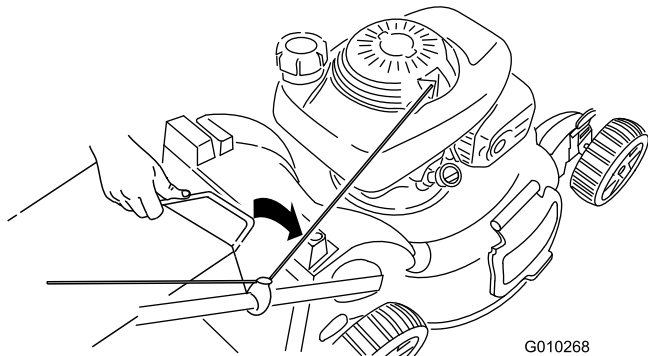

Figura 26
3. Introduzca el asa de la bolsa de recogida en las ranuras de la parte superior de la máquina (Figura 26).